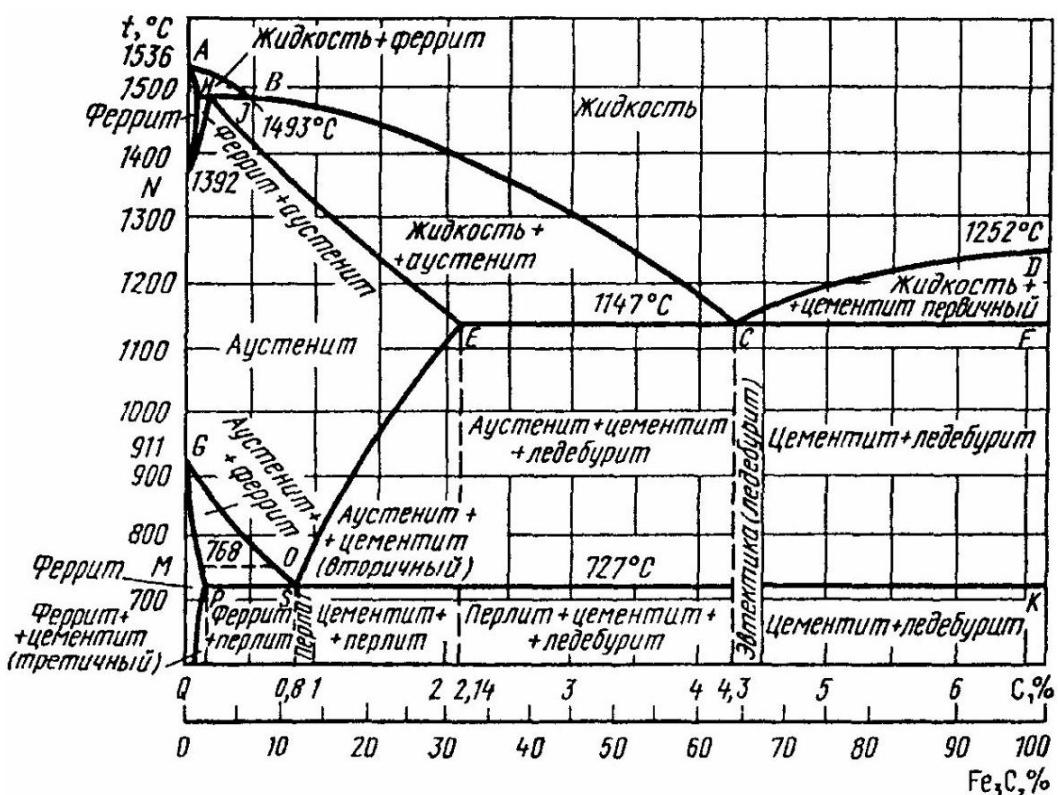

Рисунок 1 – Диаграмма состояния системы железо-углерод (железо-цементит)
74. Полосы свинца были деформированы при комнатной температуре на различную степень деформации: 10, 20, 40 и 60 %. После прокатки твердость (HB) всех полос свинца оказалась практически одинаковой. Объясните, почему свинец не упрочнился?
76. Вычертите диаграмму состояния системы железо-углерод (железо-цементит) (рисунок 1). Укажите структурные составляющие во всех областях диаграммы. Постройте кривую охлаждения (с применением правила фаз) и опишите превращения от жидкого состояния до нормальной температуры для сплава, содержащего 0,15 % С. Укажите структуру сплава при комнатной температуре, назовите сплав.